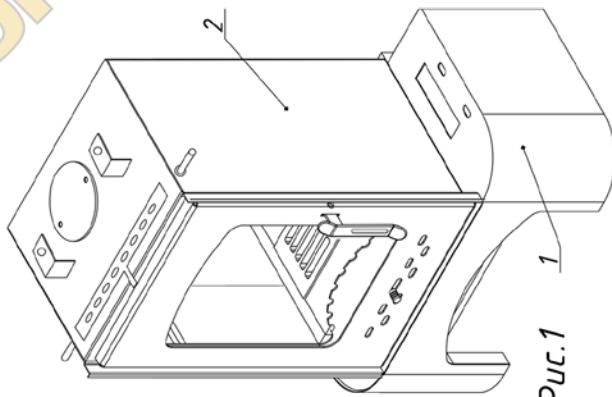

Рис.1
1. Основание 1 и топочная камера 2 постепенно засыпаются зернодом-изготовителем в собранном виде (Рис. 1)